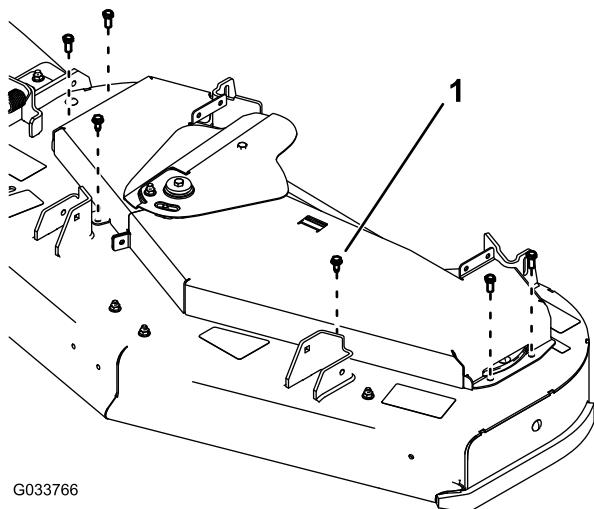

Figure 65
5. Retirez les 6 boulons qui fixent les couvercles de courroie au plateau de coupe et faites glisser les couvercles de courroie pour les sortir de sous le couvercle de la poulie de tension (Figure 65).
8. Reposez les couvercles de courroie à l'aide de 6 boulons (Figure 65).